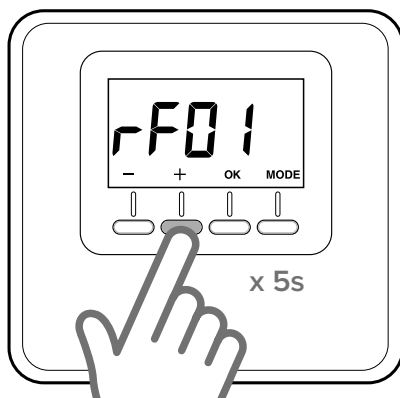

Fig. 6
- Premere nuovamente il tasto “+” per 5 secondi per accedere ai parametri tecnici, Il display mostra il parametro “rF01” (fig. 6)